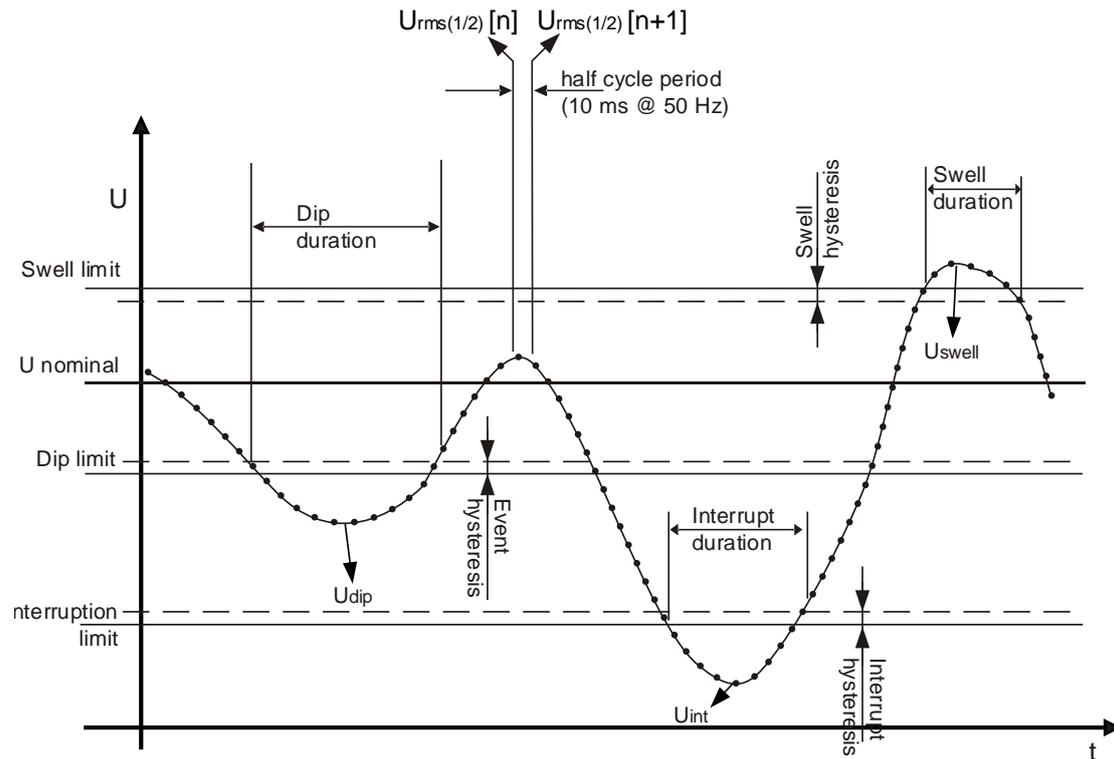

Figura 5.10: Definición de los eventos de tensión
- En sistemas monofásicos (Tipo de conexión: 1W), una caída de tensión empieza cuando la tensión  $U_{Rms(1/2)}$  cae por debajo del umbral de caída de tensión y termina cuando la tensión  $U_{Rms(1/2)}$  es igual o superior al umbral más la tensión de histéresis (vea Figura 5.10 y Figura 5.9),
- En sistemas monofásicos (Tipo de conexión: 1W), una sobretensión empieza cuando la tensión  $U_{Rms(1/2)}$  sube por encima del umbral de sobretensión y termina cuando la tensión de  $U_{Rms(1/2)}$  es igual o inferior al umbral más la tensión de histéresis (vea Figura 5.10 y Figura 5.9).
- En sistemas monofásicos (1W), una interrupción de tensión empieza cuando la tensión  $U_{Rms(1/2)}$  cae por debajo del umbral de caída de tensión y termina cuando la tensión de  $U_{Rms(1/2)}$  es igual o superior al umbral más la histéresis (vea Figura 5.10 y Figura 5.9),